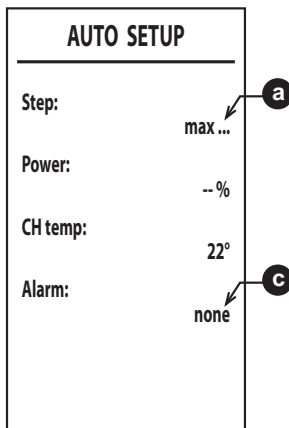

fig. 52
6. Después del encendido, el quemador se pone en modo calefacción a las distintas potencias (máx., med., mín.) indicadas por el punto **a** (fig. 52). Si la eliminación del calor de la instalación no es suficiente para hacer terminar el procedimiento, se puede activar una demanda de ACS solo después de que se haya encendido el quemador.
8. Si la secuencia de encendido descrita en el punto “6” no termina correctamente, se visualiza el mensaje **max_err** en el punto **a** y un código de error en el punto **c** (fig. 52).